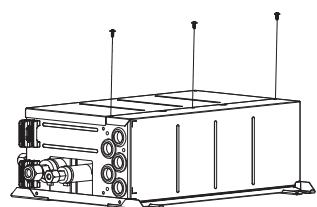

Fig. 4-5
4.1. La direzione della tubazione può essere cambiata. (Fig.4-4). [Procedure operative] (Fig. 4-5)
- ① Rimuovere le viti in ogni parte.